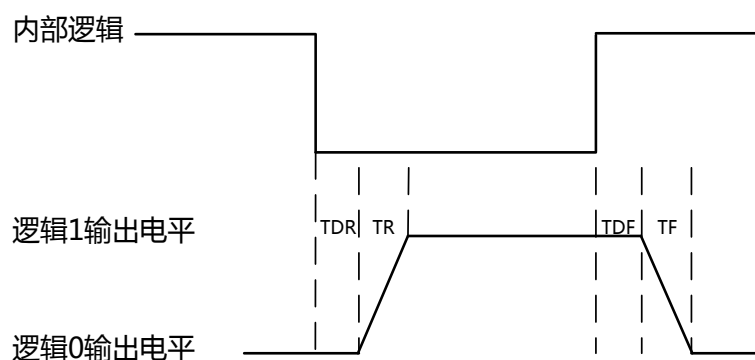

图4-61 输出逻辑电平
- 外部 1KΩ 电阻上拉至 5V 情况下，GPIO2 配置为输出的逻辑电平、电气特性如图 4-61、表 4-6 所示。